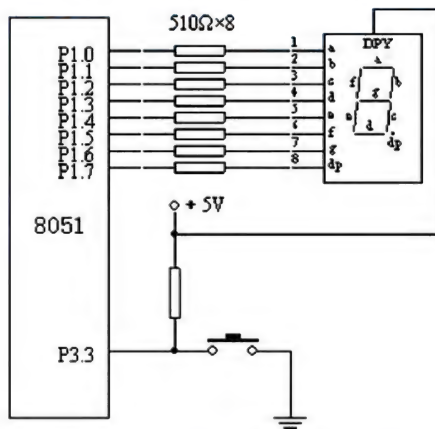

图 12.4 数码管静态显示电路
**【例 12-2】**如图 12.4 所示，是一位共阳极八段数码管的接口电路，按一次键计数一次。计数值通过数码管显示，计满 16 次后从头开始，依次循环。